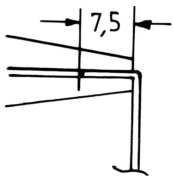

Abb. 9: Biegen mit angezeichneter Zange
1. Abwinkeln mit markierter Zange, Schenkellänge 7,5 mm (Abbildung 9).